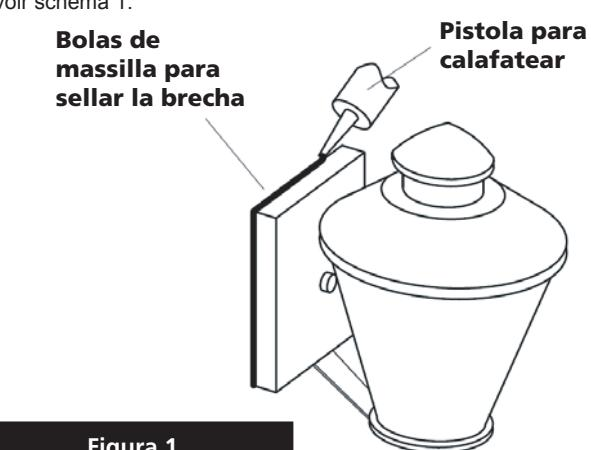
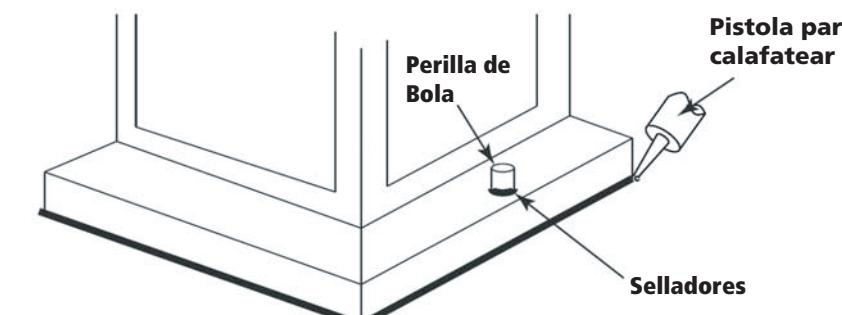

Figura 1
Figura 2
- Para montar aparato a la pared, coloque la placa de retención (B) a la caja de conexiones (J) utilizando dos tornillos 8-32 (E). Dos puntos de fijación adicionales (F) en la parte inferior la parte superior de la placa de retención (B) deben estar anclados al la pared (tornillos no incluidos) – Véase la Figura 1.
- Aparato ahora se puede conectar a la placa de montaje (B) utilizando los cuatro bontones de bolas (F), retirando de fijación anterior.
- Para completar el montaje aparato, deslie techo (4) de vuelta en el conjunto del cuerpo principal (1). Haciendo final seguro del brazo (5) se localiza en el bolsillo (6) - Véase la Figura 2.
- Perillas de bola de hilo (2) de nuevo sobre los espárragos (7).
1. Conecte el cable de alimentación positivo (A) (normalmente negro o la cara lisa, sin marcas del cable de dos conductores) de plomo accesorio positivo (B) con un giro de tamaño adecuado en el conector – **Véase la Figura 1 y 2**.
2. Conecte el cable de alimentación negativa (C) (por lo general de color blanco o el lado marcado estriado del cable de dos conductores) de plomo accesorio negativo (D).
1. Conecte el cable de alimentación positiva (A) (normalmente negro el lado no marcado suave del cable de dos conductores) de plomo accesorio positivo (B) con un giro de tamaño approrpiately conector – **Véase la Figura 2 y 3**.
Para conectar a tierra en un sistema eléctrico de 3 hilos, fije el cable de tierra del artefacto (E) (generalmente de cobre o verde recubierto de plástico) a la brida de montaje accesorio (M) con el tornillo de tierra (S) – **Véase la Figura 1**. Nota : En las correas de accesorios compatibles tornillos, primero instale los dos tornillos de montaje de la correa. Cualquier agujero roscado restante puede ser utilizado para el tornillo de tierra.
Loop alambre de tierra (E) (generalmente de cobre o verde recubierto de plástico) debajo de la cabeza del tornillo de tierra (S) en la brida de montaje accesorio (M) y conectar con el extremo suelto del cable de tierra luminaria directamente al cable de tierra del sistema de construcción con un tamaño adecuado twist-connectores – **Véase la Figura 2**.
Después asegurar fijo en su lugar, se recomienda que la distancia entre la parte superior y la base de montaje del accesorio se sellará con cualquier buen masilla impermeable de calidad o sellador de silicona (no incluido). También se recomienda que una pequeña capa de madilla o sellador de ser sometidos a los mandos de bolas utilizadas para montar accesorio – Véase la Figura 2.